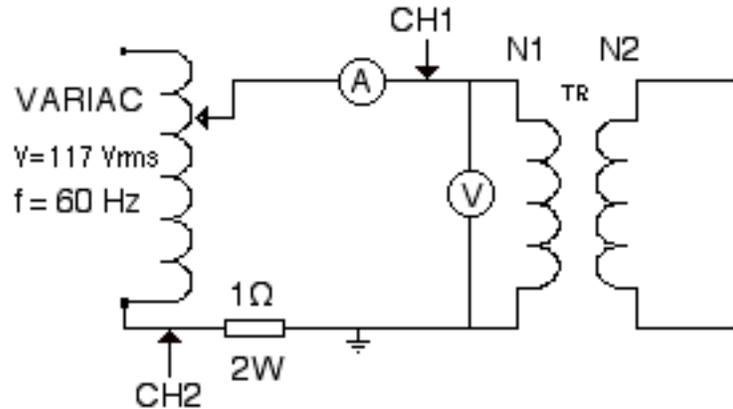

Figura 8.4.
- 19.- Para obtener los parámetros en cortocircuito del transformador, monte el circuito de la figura 8.4, colocando el osciloscopio **FLOTANDO**.
- 23.- Observe que, según las conexiones mostradas en la figura 8.4, el canal CH1 del osciloscopio está midiendo el voltaje en el primario, y el canal CH2 está midiendo el voltaje sobre una resistencia de 1Ω , por la cual circula la corriente del primario, pero con la polaridad invertida, por lo que debe aplicar el control de inversión de este canal. Registre por algún procedimiento la imagen obtenida en la pantalla de las señales de los canales CH1 y CH2 del osciloscopio correspondientes a la prueba de cortocircuito. Mida el ángulo de desfase entre ambas señales y al terminar, ajuste la perilla de control de voltaje del Variac en cero.